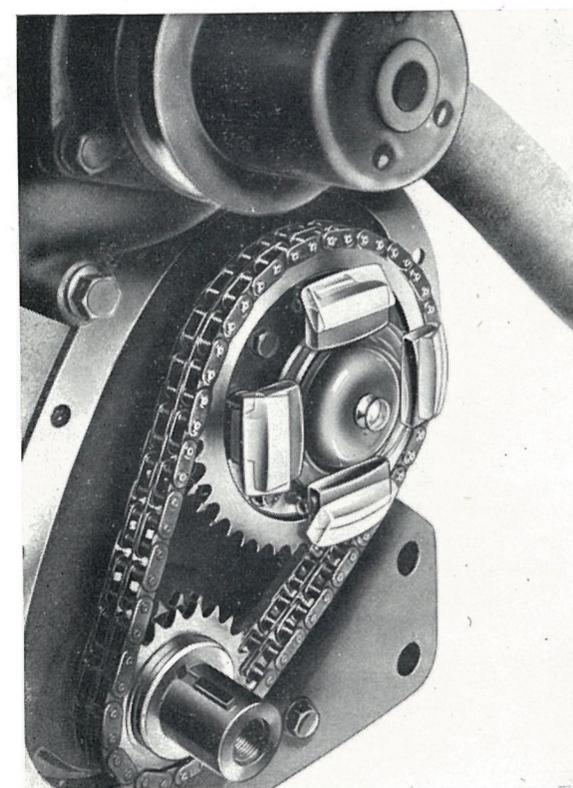

FIG. 39
**DESCRIPTION (Fig. 39 et 40)**